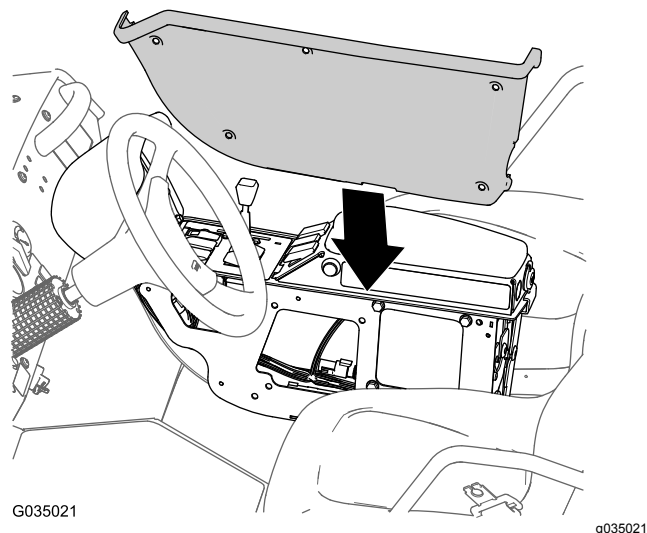

Figura 119
6. Allineate il coperchio rimosso nel passaggio 3 di Disposizione del cablaggio preassemblato per il circuito di intercettazione della pompa dell'irroratrice \(pagina 54\) al lato sinistro del quadro di comando (Figura 119).